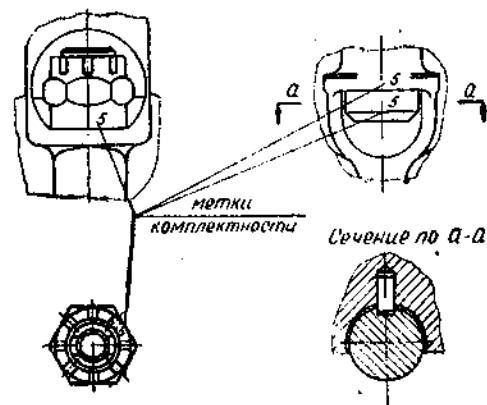

Рис. 36. Метки комплектности шатунных болтов
Шатунные болты и гайки перед монтажом необходимо комплектовать согласно меткам, имеющимся на головке болта и торце гайки со стороны венца (см. рис. 36). Цифры от 1 и до 6 у шестицилиндрового дизеля и от 1 до 8 у восьмицилиндрового дизеля обозначают номер цилиндра. Точки, стоящие у цифр, обозначают, что комплект должен стоять на левой стороне дизеля, если смотреть на него со стороны маховика.
10. Поставить метки комплектности (см. рис. 36) на гайке и головке шатунного болта.